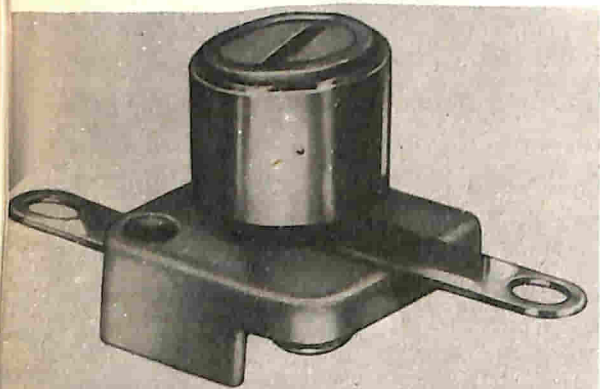

Fig. 1 - Condensatore compensatore miniatura Tetfer con dielettrico al politetrafluoroetilene.
Il nuovo codificatore dell'asse tempo impiega circuiti micrologici della serie DTL della S.G.S., racchiusi in contenitori piatti (fig. 1), scelti in quanto costituiscono la versione più avanzata per le applicazioni sui satelliti. Le tecniche di montaggio dei microcircuiti e l'architettura costruttiva del complesso sono state studiate in modo da escludere l'uso dei circuiti stampati multistrato di incerto affidamento.
Fig. 1 - Microcircuit DTL in contenitore piatto di circa 7 mm di lato e di circa 1 mm di spessore. La piastrina contiene, su un'area di circa 2 mm2, 8 transistori, 12 diodi e 16 resistori.
Il nuovo condensatore compensatore miniatura Tetfer, introdotto dalla ditta inglese Jackson Brothers Ltd., utilizza, come dielettrico, il politetrafluoroetilene (PTFE) per ridurre al minimo le variazioni di capacità con la temperatura e con l'invecchiamento. Il condensatore (fig. 1) consiste in un pistoncino cilindrico in ottone, contenente una
**Come funziona** - Il dispositivo (*fig. 1*) è composto essenzialmente da un circuito temporizzatore con transistor ad unigiunzione (Q1), da un circuito di soglia (Q2) e da un circuito oscillatore a rilassamento con transistor ad unigiunzione (Q3). Quando S2 è aperto, i valori scelti per R2 e C1 stabiliscono un intervallo di tempo di 20 sec. Quando l'interruttore viene chiuso, il periodo di tempo viene ridotto
Fig. 1 - Il segnale temporizzatore viene prodotto da un oscillatore a rilassamento con transistor ad unigiunzione (Q3), comandato da Q2 e da Q1 ad intervalli stabiliti dai valori scelti per i resistori R1-R2 e per il condensatore C1.